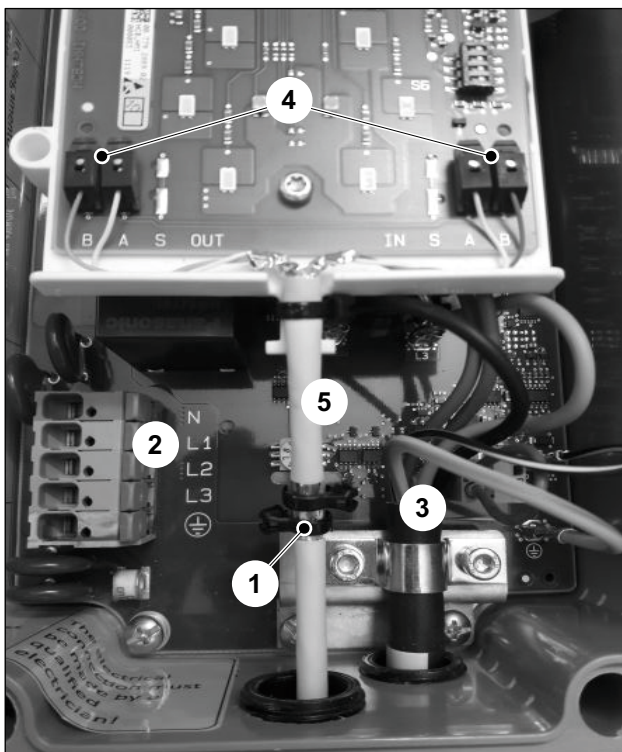

Abb. 12 Leitungsführung bei zentraler Verdrahtung
Die Einzeladern der Spannungsversorgung (Abb. 12/2) und des Ladekabels (Abb. 12/3) sollten in größtmöglichen Abstand zu den Busleitungen verlegt sein.
3. Befestigen Sie den freigelegten Schirm mit Hilfe von einem oder zwei Kabelbinder/n an der Schirmauflage (Abb. 12/1).
4. Isolieren Sie vier Einzeladern ca. 8 mm ab und schließen diese an den entsprechenden Klemmen (Abb. 12/4) an
Die Busleitung muss zwischen Schirmauflage und Anschlussplatine (Abb. 12/5) ummantelt ausgeführt sein.